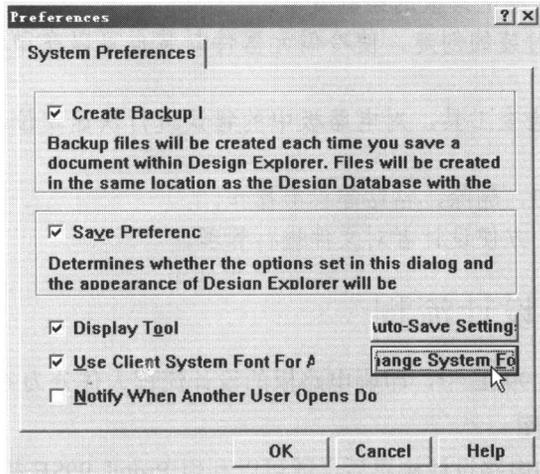
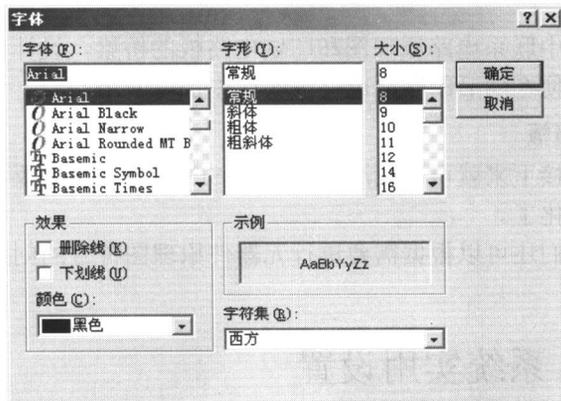

图1-1 未修改字体时的对话框
图1-2 【字体】对话框
很多用户在安装完 Protel 99SE 之后会发现一些文字显示不全，例如如图 1-1 所示中鼠标指针所指的按钮【Change System Font】，这样在一定程度上会影响使用效果。用户可以对系统文字进行恰当的设置，以避免这一现象发生。
1. 单击【Design Explorer】窗口左上角的  按钮，在下拉菜单中选择【Preferences...】命令，弹出系统设置对话框，如图 1-1 所示。
2. 单击【Change System Font】按钮，弹出【字体】对话框，如图 1-2 所示，在该对话框中选择合适的字体。
3. 按照图 1-2 中的选择进行设置并单击  按钮，关闭字体设置对话框，此时系统字体不会马上变化，单击图 1-1 中的  按钮确定更改。